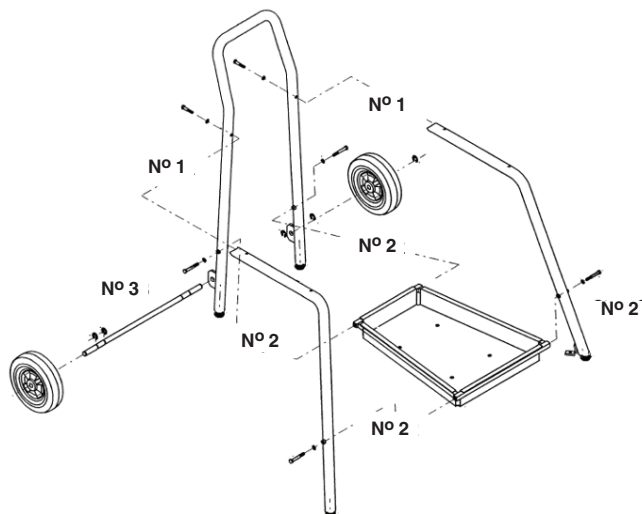

Figure 4 – Assemblage du chariot
2. Montez le bac à outils sur les jambes arrière et avant du chariot à l'aide des quatre (4) vis 6-pans de $\frac{3}{8}$ " – 16 x 2¾" et des rondelles fendues fournies. Ne pas serrer les vis.
3. Introduisez l'axe à travers les pattes saillant de l'arrière de l'arceau du chariot et retenez-le en position avec les quatre (4) circlips fournis. *Se reporter à la Figure 4.*